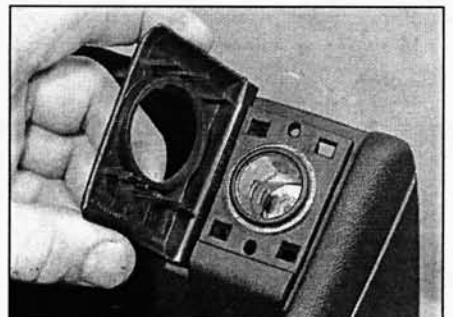

Рис. 12.2. ...и снимите накладку панели прикуривателя
- 2 Аккуратно подцепите отвёрткой и снимите накладку панели прикуривателя (рис. 12.2).